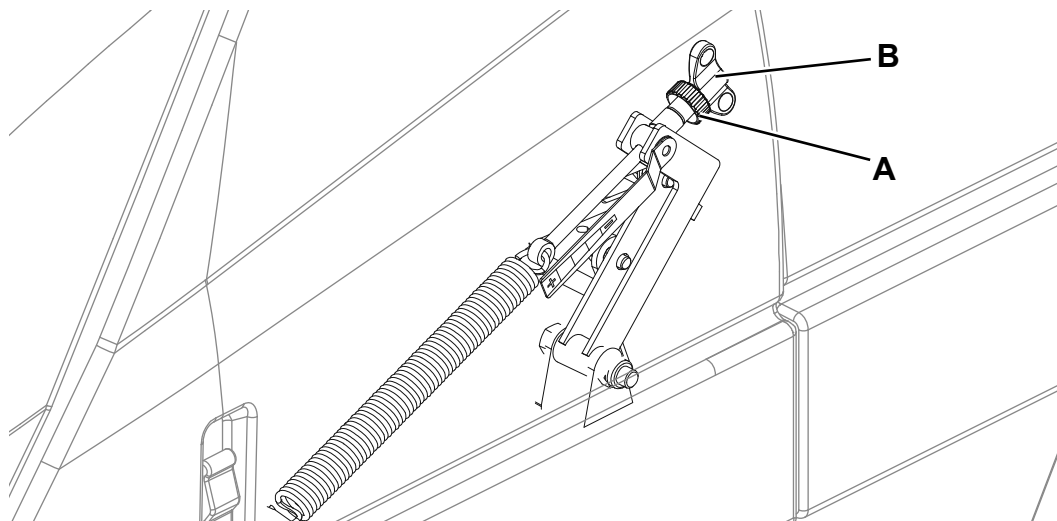

Abbildung 3
3. Zündschlüssel (57) drehen und Gerät einschalten.
4. Hauptkehrwalze mit dem Hebel (53) absenken und 1 Minute drehen lassen.
7. Zur Walzeneinstellung Entriegelungstaste (25) betätigen und Batteriefachabdeckung (1) öffnen. Drehknopf (A, Abb. 3) lösen und Flügelmutter (B) zur Einstellung der Hauptkehrwalze drehen: